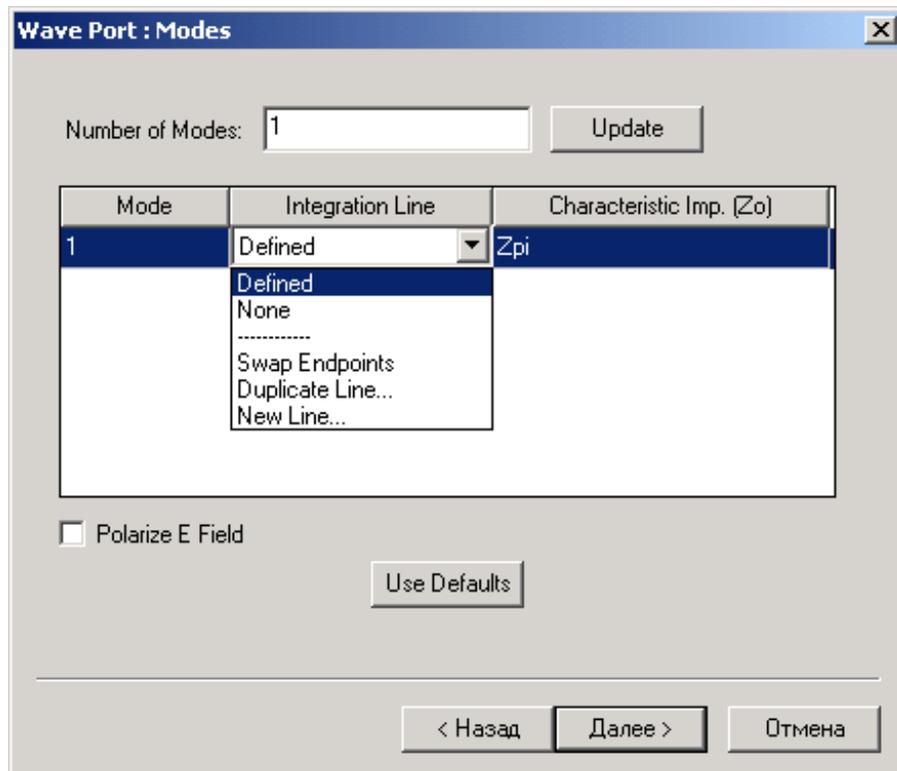

Рис. 7.14. Задание импедансной линии и характеристического импеданса
5. Выберите **New Line** из списка **Integration Line** (рис. 7.14).